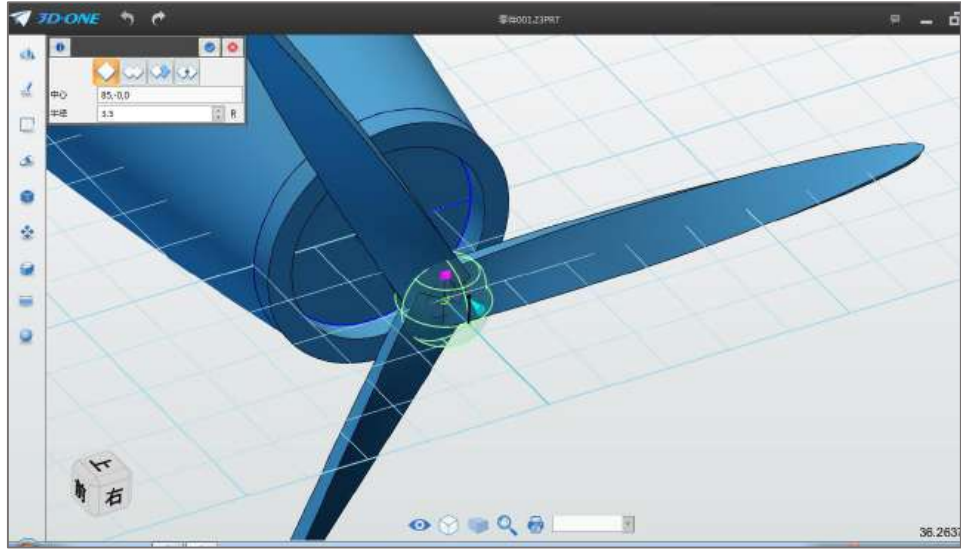

图 2-17
Step 17 点击确定完成，完成阵列。选择基体球命令 ，球心选择圆柱端面圆心，半径设为 3.5，如下图 2-17 所示：